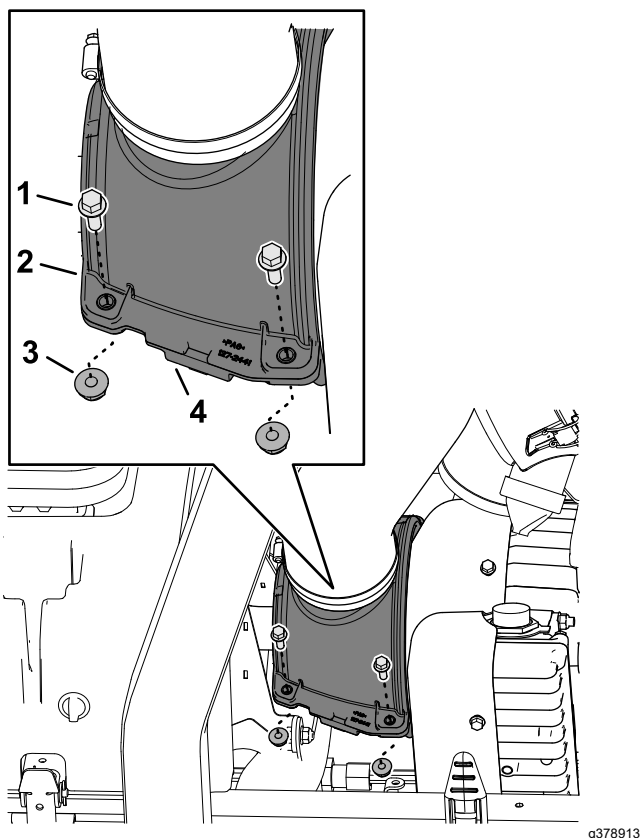

Bild 66
1. Entfernen Sie die vier Bundkopfschrauben und die vier Sicherungsbundmutter, mit denen die obere und untere Kühlluftabdeckung des Generators befestigt sind (Bild 66).